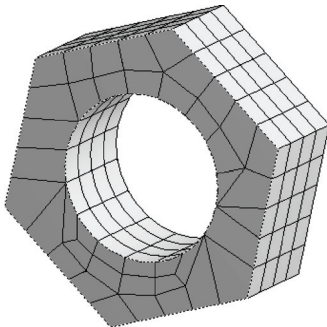

图 4-21 Relevance 为 -50
2) 单击 Mesh，修改细节窗口中 Relevance 为 -50，其余默认；单击工具栏中 Generate Mesh 按钮，生成的网格模型如图 4-21 所示。